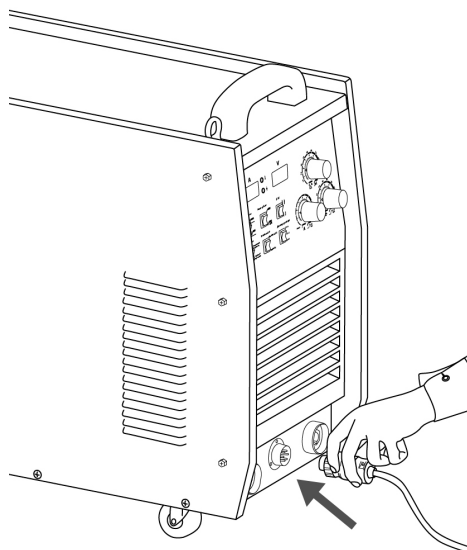

Рис. 8.5. Схема подключения к источнику питания.
3. Подключите кабель управления к источнику питания (См. рис. 8.5).